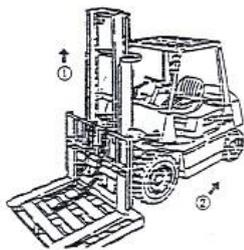

Figure 2-73
- (1) Placez une palette sur les fourches et gardez le chariot élévateur sur un sol plat.
- (2) Abaissez les fourches et la palette jusqu'au sol.
- (3) Démontez le connecteur supérieur de la chaîne et retirez la chaîne du rouleau de chaîne
- (4) Soulevez le mât intérieur (voir ① de la figure 2-73)
- (5) Démontez le joint de l'extrémité supérieure de la chaîne et retirez la chaîne du rouleau de chaîne (voir ② de la figure 2-73)
- (6) Remplacez le rouleau principal.